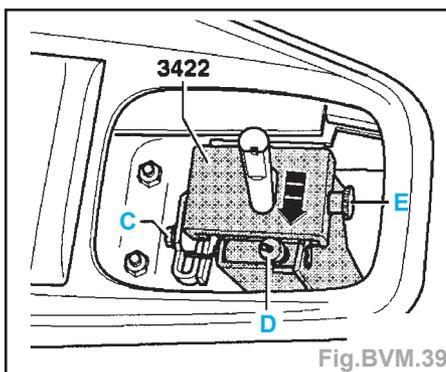

Fig.BVM.39
- Desserrer la vis (C), tirer le cas échéant le joint en mousse dans la zone de la vis (C) (Fig.BVM.39).